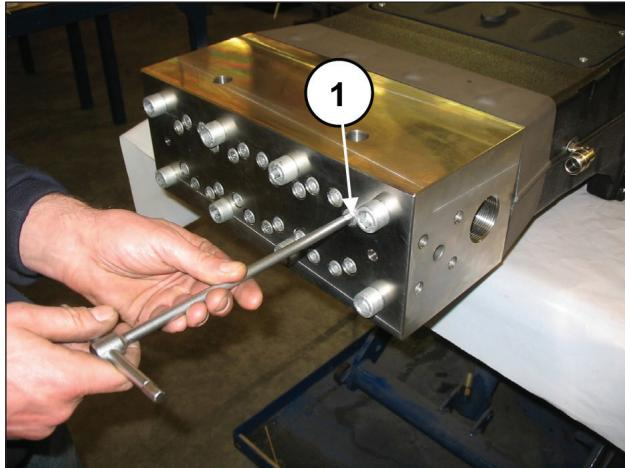

Abb. 96
Lockern Sie die Befestigungsschrauben M10x140 von Buchsen und Kopf (Pos. ①, Abb. 96), um sie freizulegen.